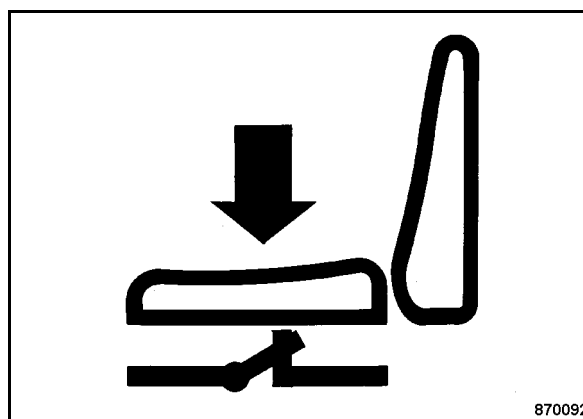

Fig. 43
- Sentarse en el asiento de conductor (Fig. 43).